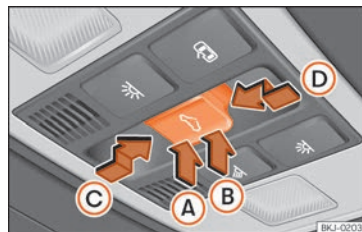

Abb. 141 Im Dachhimmel: Bedienelement für Panorama-Schiebedach.
Die Taste  **Abb. 141** hat zwei Stufen. In der ersten Stufe kann das Glasdach ausgestellt sowie ganz oder teilweise geöffnet oder geschlossen werden.
- Innerhalb von etwa 5 Sekunden nach der Aktivierung des Einklemmschutzes, drücken Sie die Taste  » » **Abb. 141** bis zur zweiten Stufe in Pfeilrichtung » » **Abb. 141**  bis das Dach vollständig schließt.